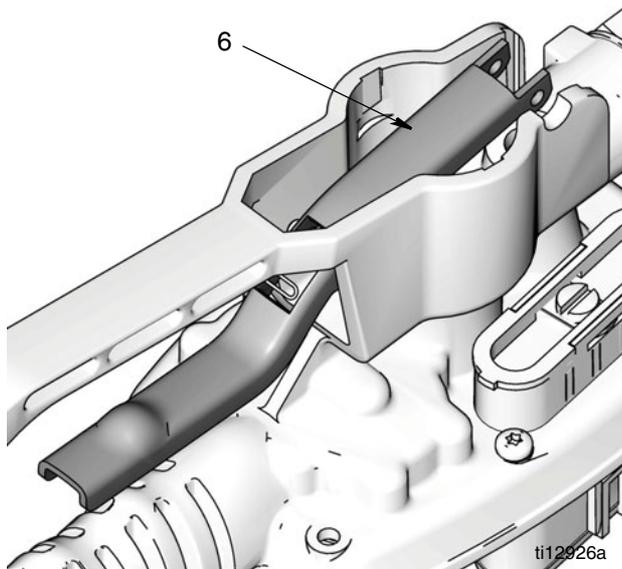

FIG. 13
- d. Quite el conjunto del disparador (6) de la carcasa del medidor (FIG. 13).